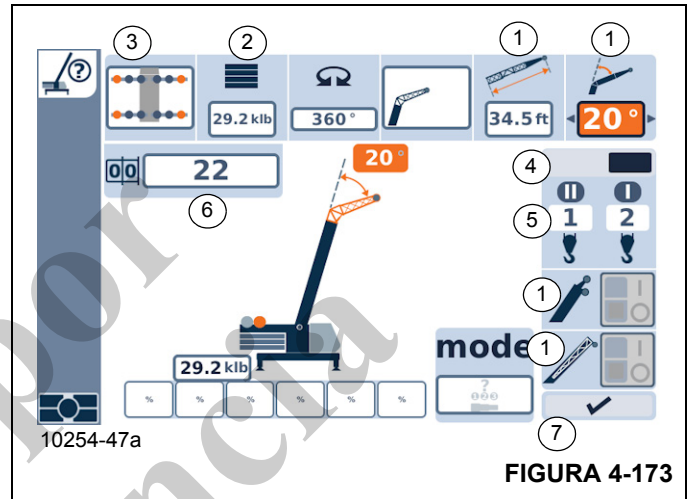

FIGURA 4-173
- Contrapeso (2, Figura 4-173)
- Sistema de la pluma (1)
- Separación entre estabilizadores (3)
- Seleccione uno de los componentes deseados (1, Figura 4-173) a (4).